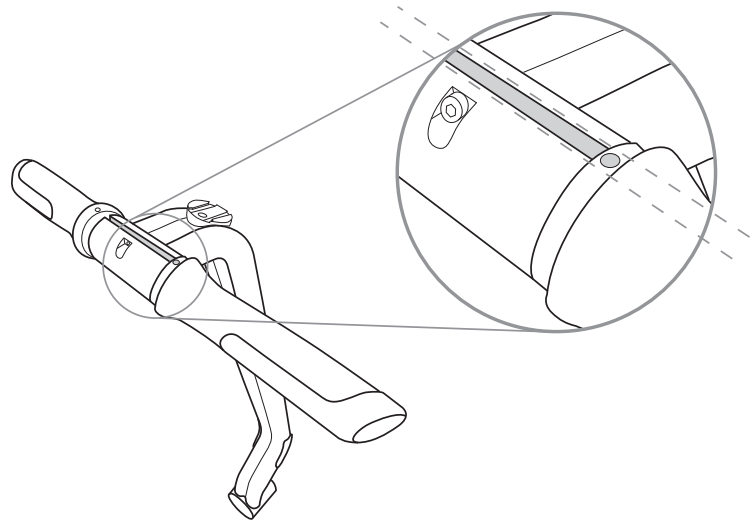

Abbildung 2. Den Lenker am LeanSteer-Rahmen befestigen
4. Richten Sie den Lenker mithilfe der Führungen am LeanSteer-Rahmen aus, um die Schelle wieder anzubringen. Siehe Abbildung 2.